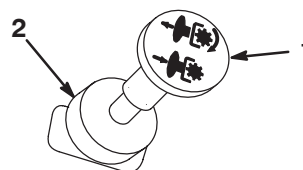

Figure 8
3. Tirez sur la commande de PDF pour engager la PDF (Fig. 8).
Poussez la commande de PDF en position désengagée (Fig. 8).